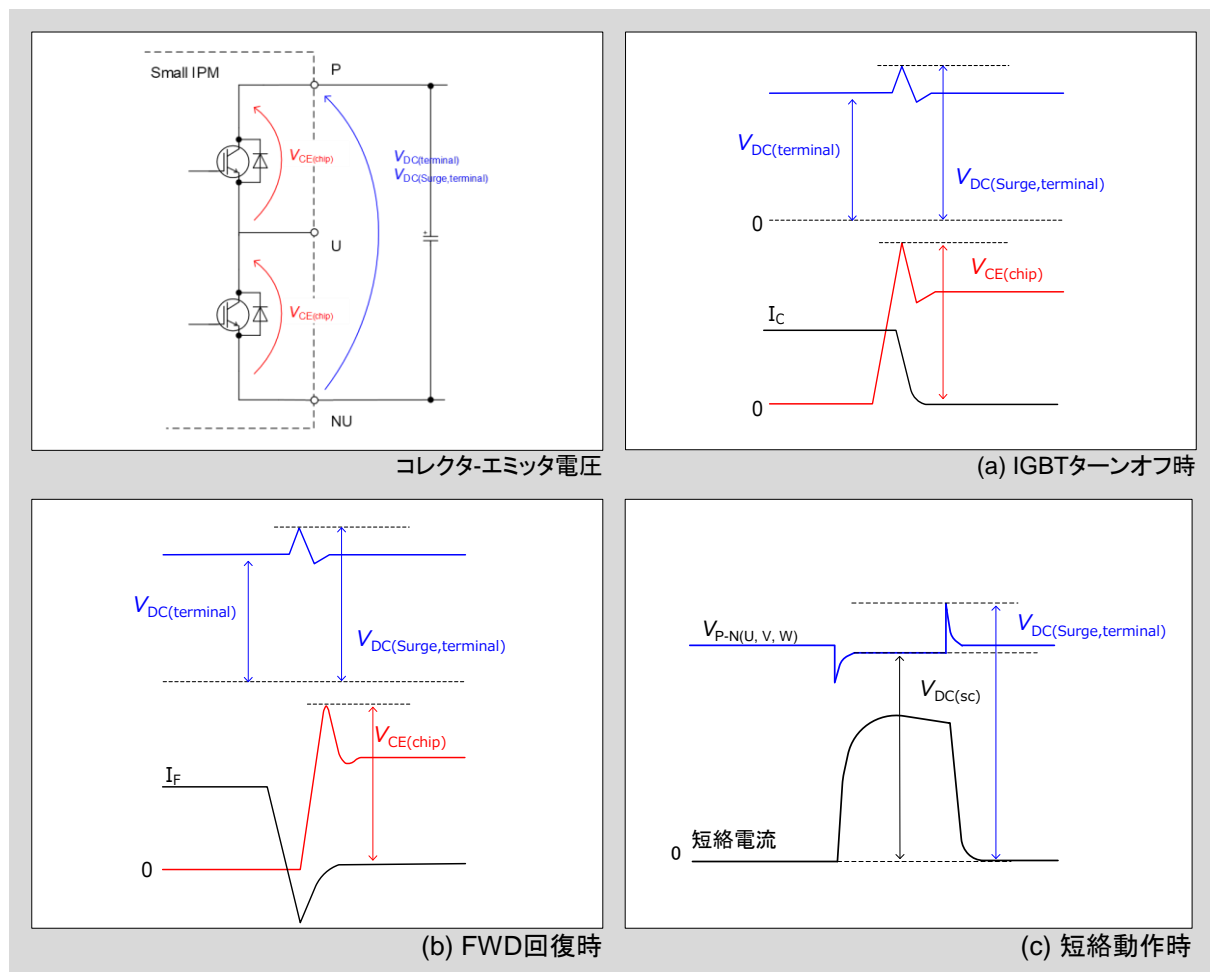

図1-6 IGBTターンオフ時・FWD回復時と短絡動作時の波形とコレクタ-エミッタ電圧
動作時、P-N(U,V,W)間印加電圧は通常ハイサイドもしくはローサイドのどちらかに加わります。そのため、P-N(U, V, W)間印加電圧は、IGBTの絶対最大定格を超えてはいけません。詳細は図1-6に動作波形を示します。
- 図1-6にIGBTターンオフ時・FWD回復時および短絡動作時の波形を示します。それぞれの $V_{DC(Surge, terminal)}$ は異なるため、 $V_{DC(terminal)}$ は上記の動作モードを想定して設定する必要があります。